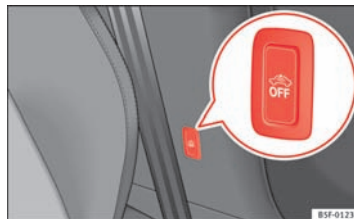

Fig. 51 Kontakt til kabine- og bortslæbningsovervågning
- Afbryd tændingen, og tryk på kontakten ⇒ Fig. 51 for at deaktivere kabine- og bortslæbningsovervågningen. Kontrollampen i kontakten lyser.